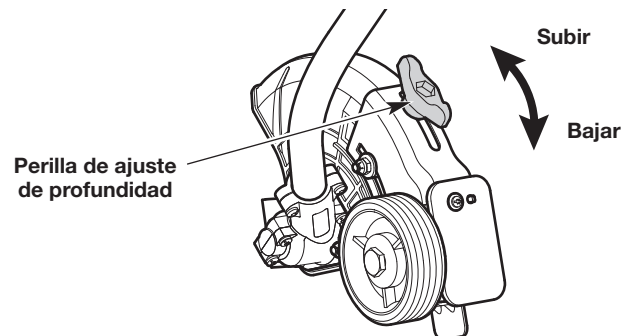

Fig. 14
3. Afloje la perilla de ajuste de profundidad (Fig. 14).